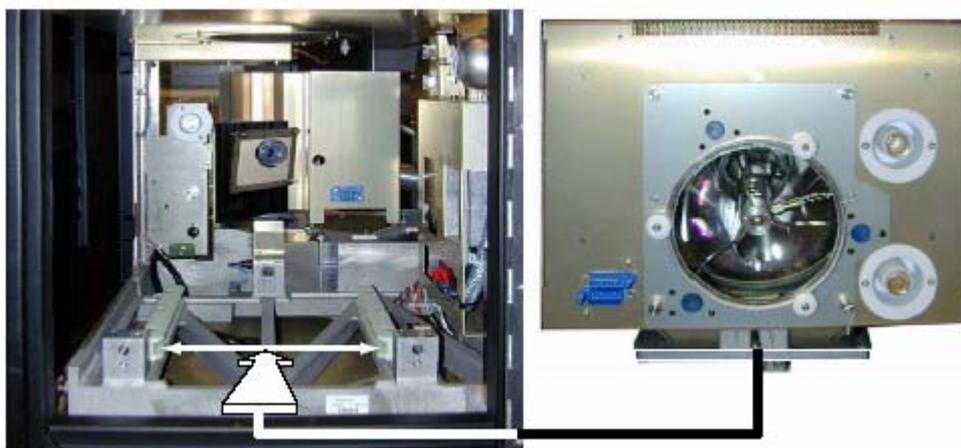

图 7-3 将灯组件支脚放进基座
1. 将灯组件放在数字放映机的灯基座上，将灯组件的支脚与基座上的槽对准。(图7-3)